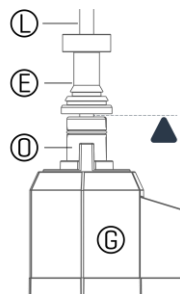

Figura 6
Para el uso con bancos de trigger de fábrica de GEWA, el plato superior debe estar colocado lo suficientemente elevado como para que el tornillo roscado de la fijación superior Hi-Hat (E) no presione hacia abajo el eje del controlador (O). Consulte la Figura 6 a efectos de comparación.
- 3 Luego del paso 2, el tope de goma del clutch (E) debe tocar el controlador del Hi-Hat del soporte móvil (O) sin presionar el eje hacia abajo (ver la Figura 6). Esto corresponde a un espaciado mínimo del plato (S) de aproximadamente 19 mm (¾").